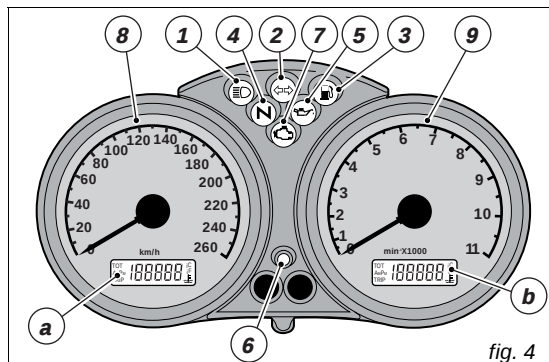

fig. 4
Cruscotto (fig. 4)
La seguente procedura offre quindi la possibilità all'utente, in caso di problemi al sistema immobilizer, di disabilitare la funzione "blocco motore" rappresentata dall'accensione simultanea della spia giallo ambra EOBD (7, fig. 4). L'operazione è possibile solo conoscendo il codice elettronico (electronic code) riportato sulla code card.
- 1) Portare la chiave su ON e ruotare completamente la manopola acceleratore mantenendola ruotata. La spia EOBD (7, fig. 4) si spegne dopo un tempo prestabilito di 8 secondi.
- 4) Contare un numero di lampeggi della spia EOBD (7, fig. 4) pari alla prima cifra del codice segreto.
- 1) Se il codice viene riconosciuto, la spia (6, fig. 4), posta sul quadro strumenti, emette un breve lampeggio; il sistema di protezione ha riconosciuto il codice della chiave e disattiva il blocco motore. Premendo il pulsante START (3, fig. 14.1), il motore si avvia;
- 2) Se la spia (6, fig. 4) o la spia EOBD (7, fig. 4) rimangono accese, il codice non è stato riconosciuto. In questo caso si consiglia di riportare la chiave in posizione OFF e poi di nuovo in ON, se il blocco persiste, riprovare con l'altra chiave in dotazione di colore nero.
- 3) Se la spia (6, fig. 4) rimane lampeggiante significa che una segnalazione del sistema immobilizer è stata ripristinata (ad esempio con la procedura di sblocco tramite manopola). Ruotando la chiave in posizione OFF e nuovamente su ON la spia immobilizer dovrebbe riprendere il suo normale funzionamento (vedi punto 1).